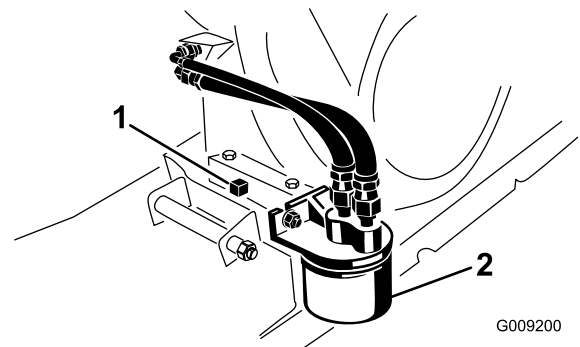

Bild 39
5. Stellen Sie eine Auffangwanne mit einem Fassungsvermögen von 1,8 l unter die Ablassschraube (Bild 39).
6. Entfernen Sie die Ablassschraube und Dichtung (Bild 39).
- Entfernen Sie den vorhandenen Ölfilter (**Bild 39**).
dann um eine weitere $\frac{1}{2}$ bis $\frac{3}{4}$ Umdrehung an (**Bild 39**).